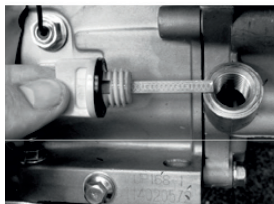

Рис. 16
2. Выкрутите пробку маслосливной горловины (Рис. 16);